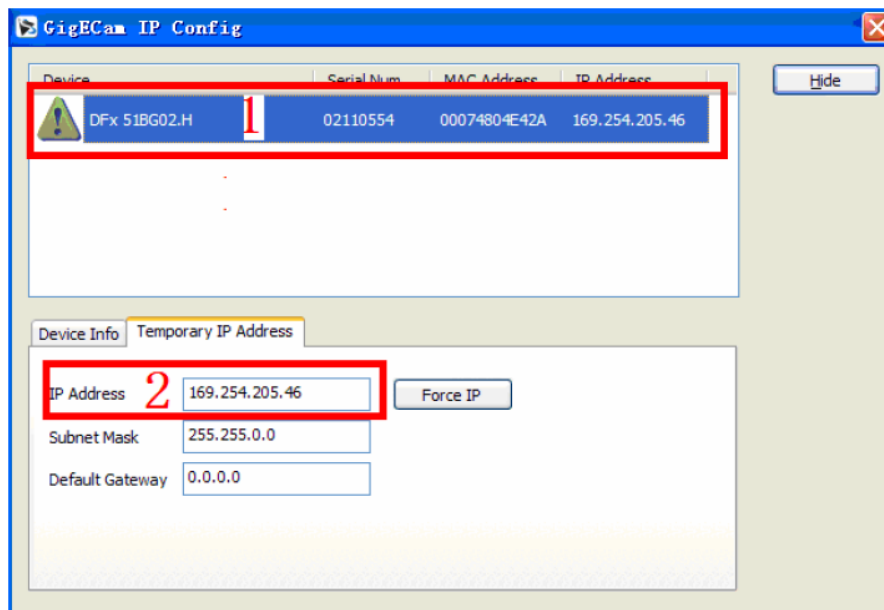
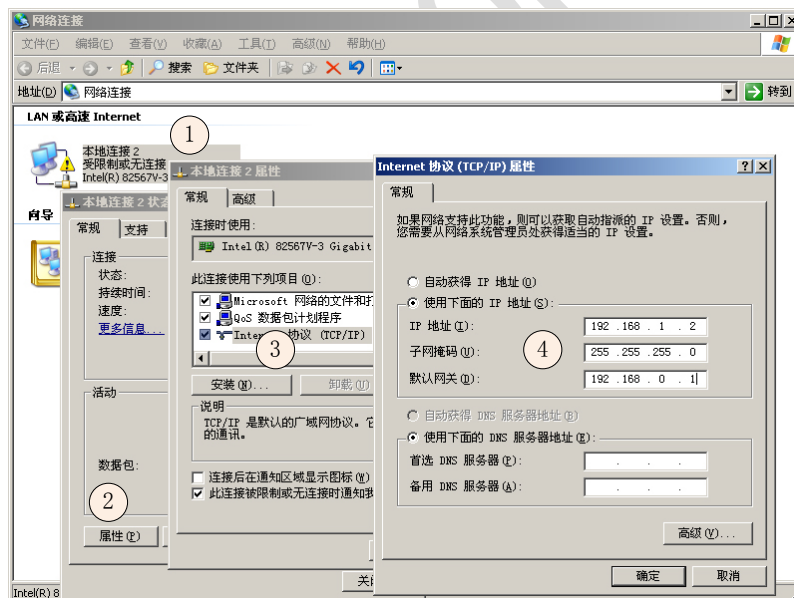

图 4 GigECam IP Config 相机连接不正常
图 5 千兆网卡 IP 设置
3、打开安装好后的 `GigEcam IP Config`，如图 4 所示，其中 1 处表示相机连接不正常（有黄色的感叹号），2 处表示相机当前的 IP 地址。
4、打开千兆网卡的 IP 设置属性页面，设置千兆网卡的 IP。图 5 的④处 IP 地址与图 4 的②处可知相机和网卡的 IP 不在同一个字段内。